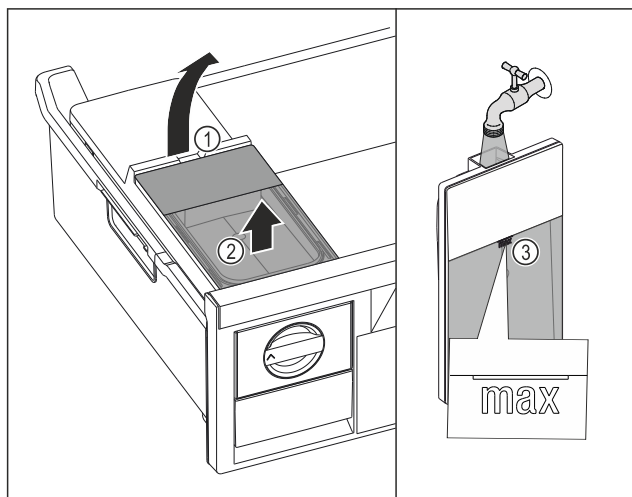

Fig. 85
- Nádržku na vodu nadvihnite za vybranie Fig. 85 (1).
- Nádržku na vodu odoberte nahor. Fig. 85 (2)
- Nádržku na vodu naplňte pitnou vodou po značku Fig. 85 (3).